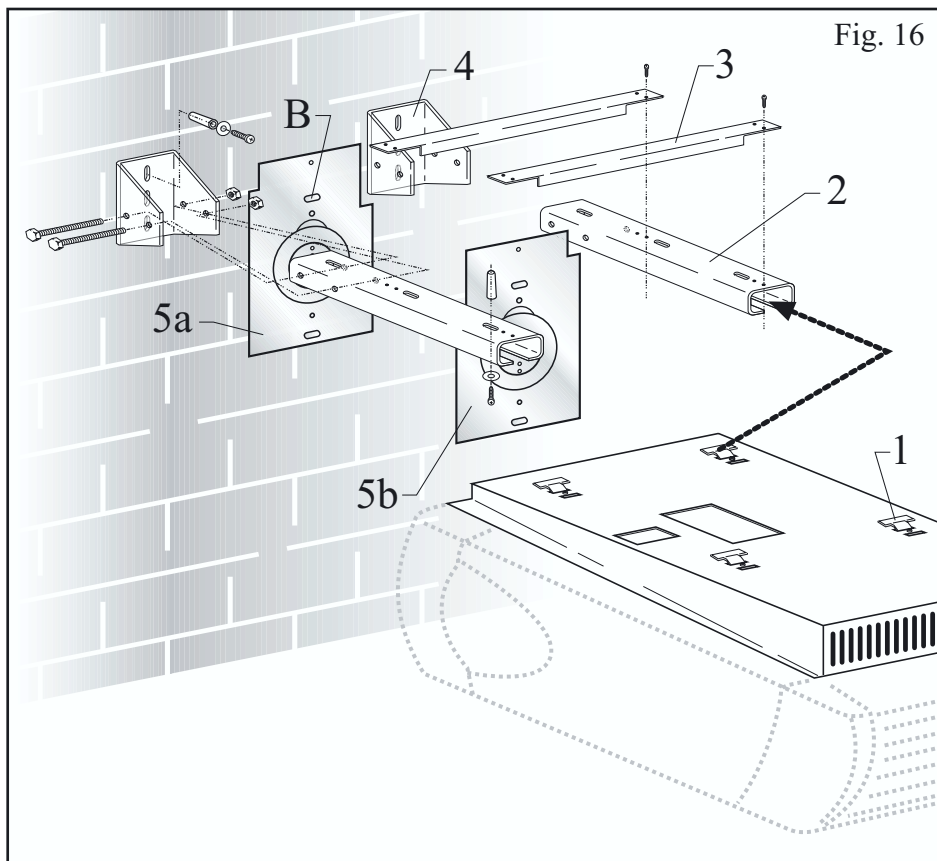

Fig. 16
- met de 4 bijgesloten schroeven de 2 dwarslatten (3 - Fig. 16 en Fig. 17) bevestigen en de twee draagarmen (2 - Fig. 16 en 17) uitlijnen.
- de 6 gaten voor de bevestiging van de twee draagarmen (2 - Fig. 16) aftekenen en de gaten met een boor van $\varnothing 10$ mm boren bij gebruik van de bijgesloten pluggen; van een andere diameter bij gebruik van andere, meer geschikt geachte pluggen. Niet vergeten dat de bruikbare grootte van de sleuf 10 mm is;
- de plaatmal "5b" van fig. 16 en 17 naast de (rechter) arm "2" van fig. 16 plaatsen en het midden van de uitgangsoeningen van de aan- en afvoerpijpen en die van de bevestiging van de plaatmal aftekenen;
Op de plaats van gat B fig. 16 en 17 het centreergat maken met een boor van $\varnothing 8$ mm; de plaatmal "5b" van fig. 16 en 17 met behulp van 2 pluggen van $\varnothing 8$ mm overeenkomstig de gaten B en D (Fig. 17) bevestigen. Als de centrering is uitgevoerd de halfflosgemaakte cirkel uit het gat in de plaatmal (5b - Fig. 16 en 17) verwijderen.
De installatie is praktisch identiek aan die "pal tegen de wand", met als grootste onderscheid het feit dat de plaatmal (5b Fig. 16 en 17) zonder de referentie van draagarm (2 Fig. 16) moet worden gemonteerd. Het wordt daarom aangeraden om de draagarmen te installeren, de convector te plaatsen en daarna de mal op de wand te bevestigen.